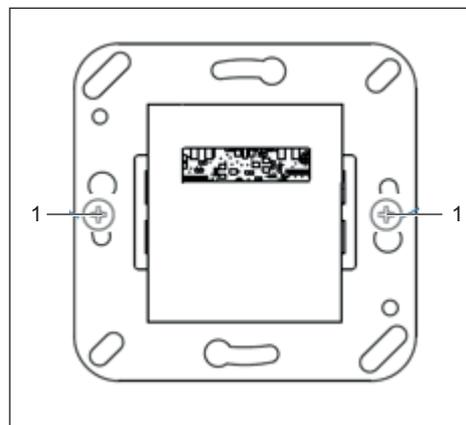

Abb. 1: Leser WRU 220 in Schalterdose montieren
3. Den Leser in die vorinstallierte Schalterdose montieren (Abb. 1/1).